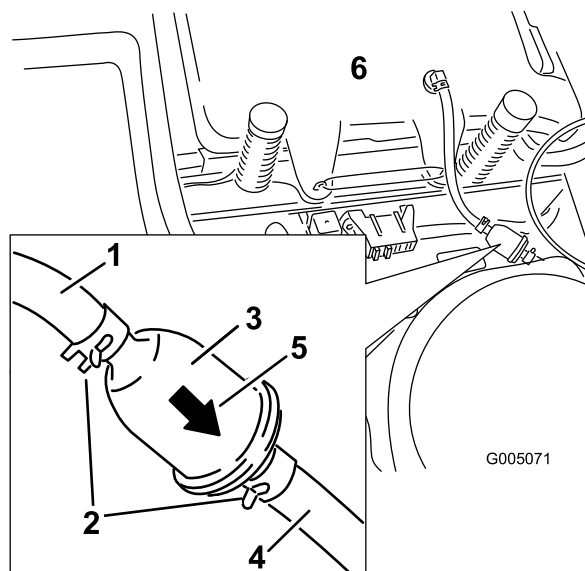

Figure 33
4. Pincez les extrémités des colliers et faites glisser ceux-ci pour les éloigner du filtre (Figure 33).
6. Montez un filtre neuf en veillant à pointer la flèche indiquant le sens d'écoulement vers le moteur. Rapprochez les colliers de flexibles du filtre (Figure 33) pour le fixer en place.